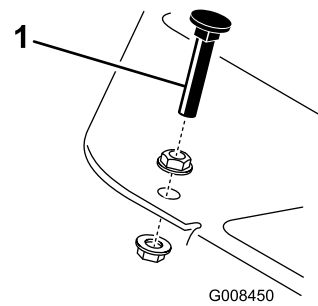

Bild 44
Treten Sie auf das Gaspedal. Wenn das Pedal den Anschlag erreicht (Bild 44), bevor das Kabel gespannt ist, müssen Sie die Einstellung ändern:
1. Lösen Sie die Bundsicherungsmuttern, mit denen der Pedalanschlag an der Bodenplatte befestigt ist (Bild 44).